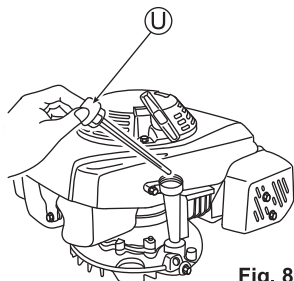

Fig. 8
1. Enlevez le bouchon du réservoir à huile (U), sortez l'indicateur de niveau d'huile, et insérez-le sans le visser. (Voir Fig. 8)
2. Enlevez le bouchon du réservoir à huile (U), et vérifiez que le niveau d'huile se trouve bien entre les limites supérieure et inférieure de l'indicateur de niveau d'huile.
4. Refermez bien le bouchon du réservoir à huile (U) après vérification.